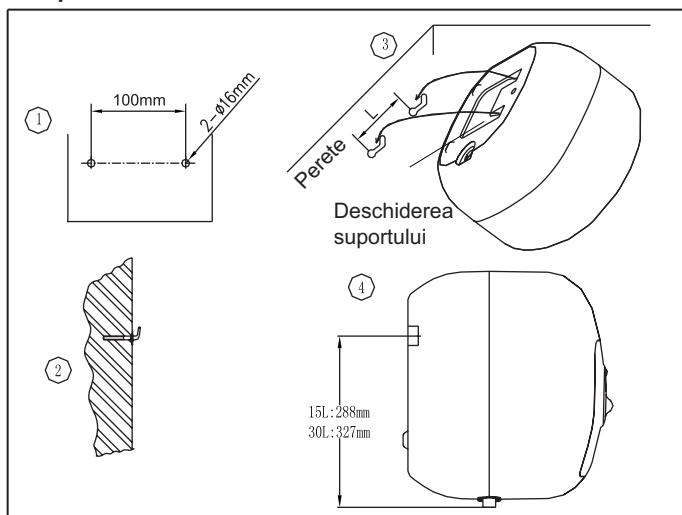

Figura 2
- ① Utilizați o mașină de găurit electrică pentru a face două găuri în perete. Distanța dintre cele două găuri trebuie să respecte indicațiile din figura 2.
- ② Introduceți diblurile în găurile efectuate astfel încât cârligele să fie orientate în sus.
- ③ Ridicați boilerul, agătați-l și fixați-l în cârlige.
- ④ Înălțimea găurilor trebuie stabilită ținând cont de poziția racordurilor hidraulice pe perete, de tipul conductelor hidraulice utilizate și de poziția suporturilor inferioare ale boilerului (a se vedea figura 2).